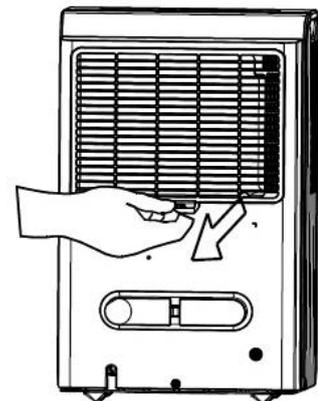

Figura 14
- Para retirar el filtro, tire del filtro hacia arriba, como se muestra en la Figura 14.